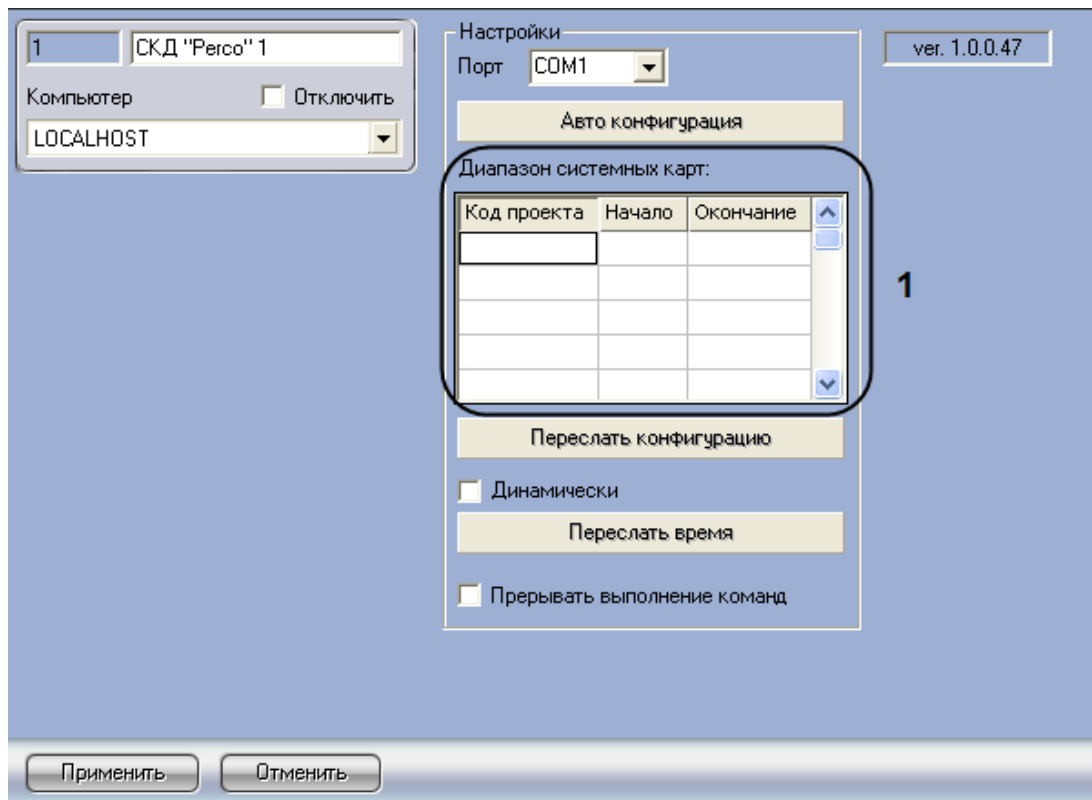

Рис. 3.5—1. Задание диапазона системных карт
1. Перейти на панель настроек объекта **СКД Perco** (Рис. 3.5—1).